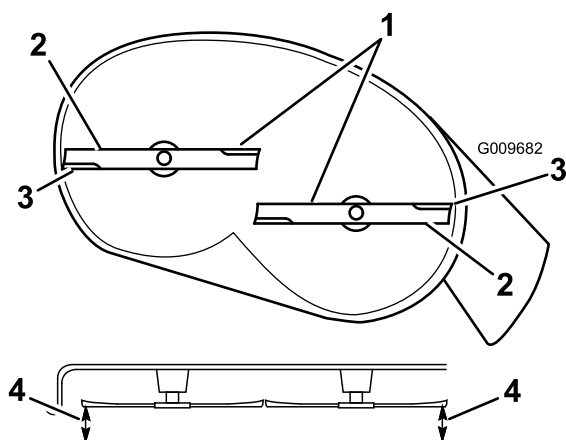

Figure 49
4. Faites pivoter la ou les lames avec précaution pour qu'elles soient toutes parallèles (Figure 49).
5. Mesurez la distance entre les tranchants extérieurs et le sol plat (Figure 49). Si les deux mesures diffèrent de plus de 5 mm (3/16 po), un réglage s'impose. Poursuivez la procédure.